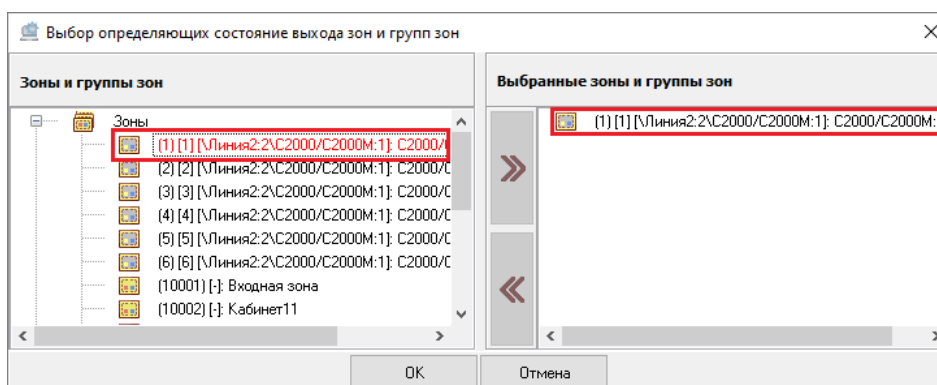

Рисунок 6-384 Выбранная в качестве определяющей состоянии выхода зона
При этом для зон/групп зон, выбранных в качестве определяющих состояние выхода, применяется маркировка **красным шрифтом** (см. Рисунок 6-384).
- дважды кликните левой клавишей мыши по зоне/группе зон в поле «Зоны и группы зон». Зона/группа зон будет добавлена в поле «Выбранные зоны и группы зон» (см. Рисунок 6-384);